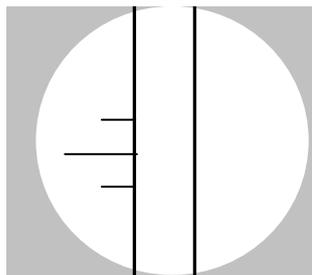

Abbildung 5-9 Bild scharf stellen
2. Drehen Sie die Augenmuschel, bis die zwei Linien innerhalb des Okulars sehr scharf sind. (Siehe Abbildung 5-9)